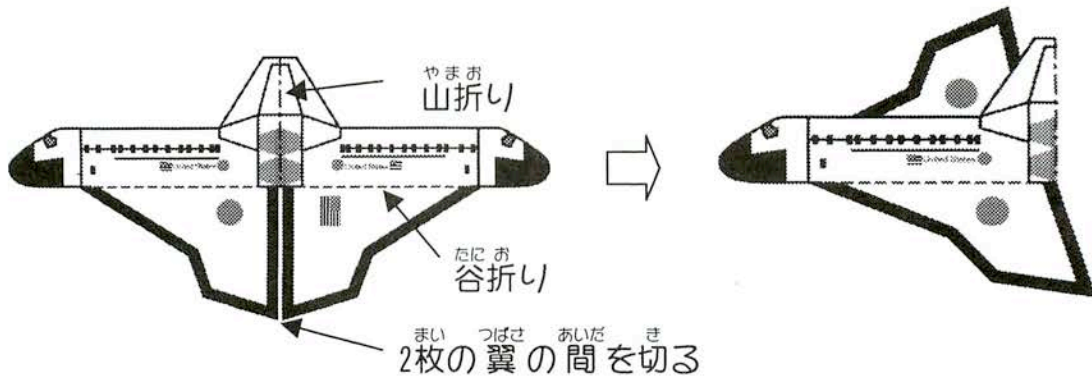

図7 スペースシャトルを作りましょう。
1) スペースシャトルの型紙を切り取ります。図7のように翼の部分